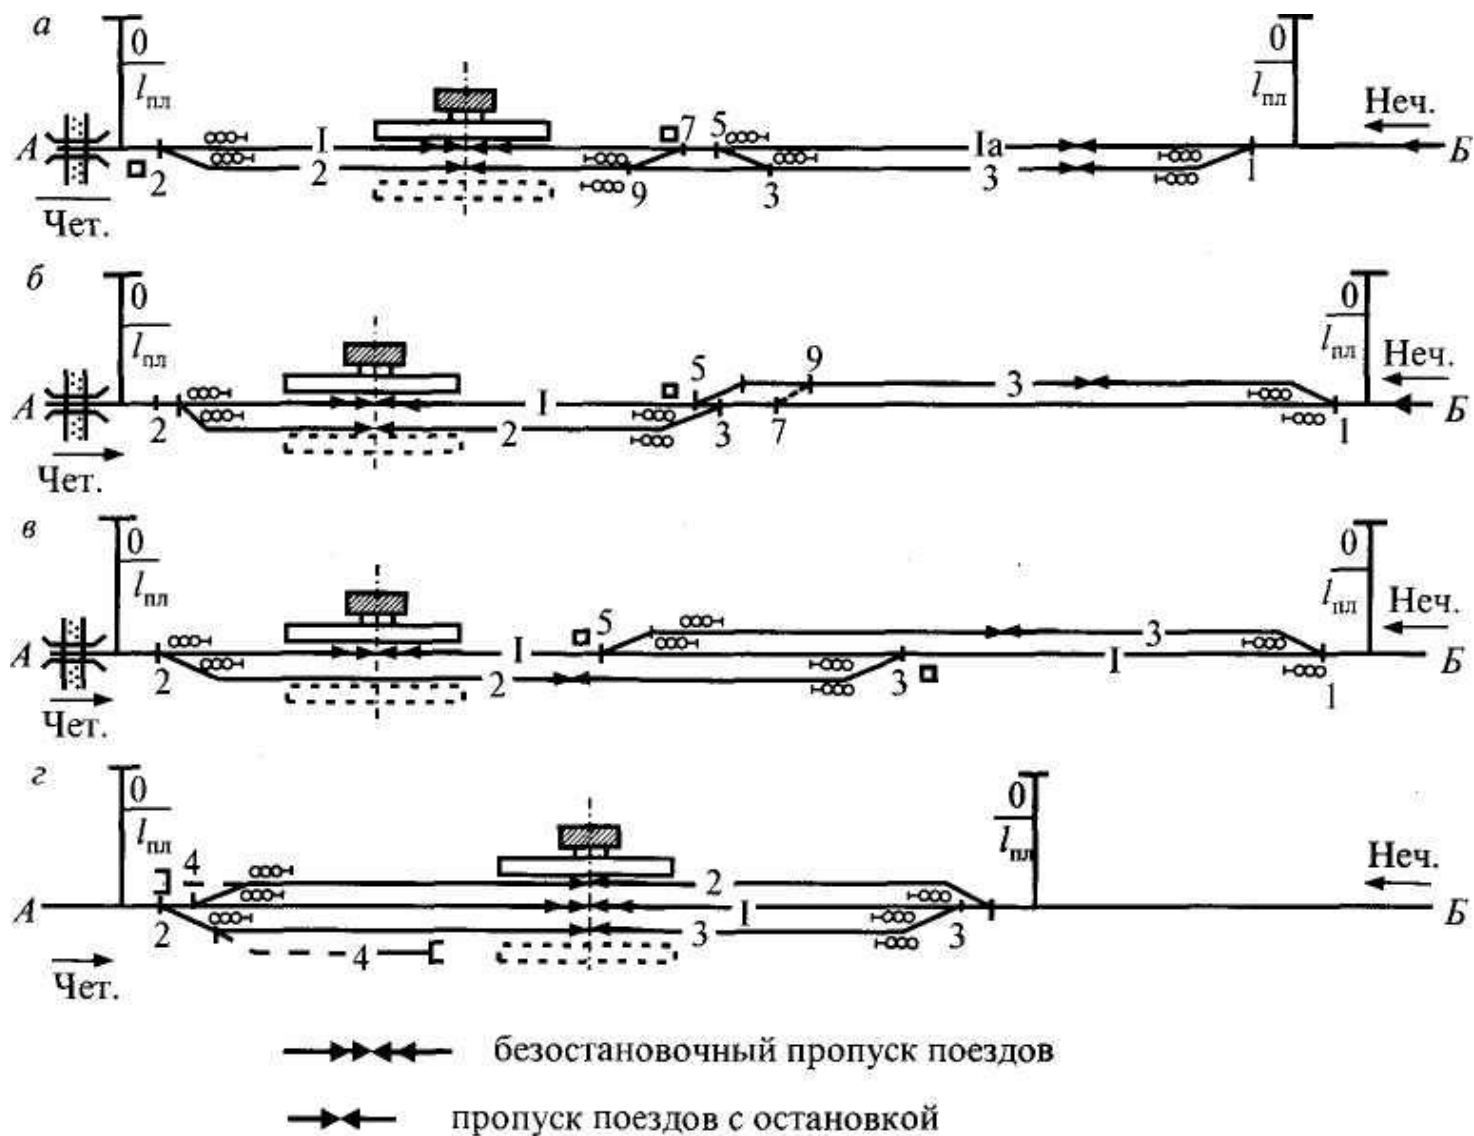

Рис. 3.2. Схемы разъездов
- В зависимости от размеров движения, длины станционной площадки, плана и профиля пути на подходе расположение приемо-отправочных путей на разъезде может быть следующее: продольное одностороннее (рис. 3.2, а), продольное разностороннее (рис. 3.2, б), полупродольное (рис. 3.2, в) и поперечное (рис. 3.2, г).